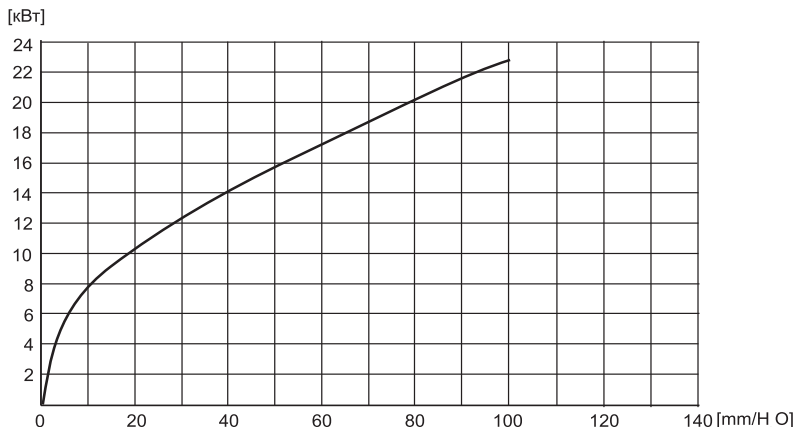

Рис. 22
- Для настройки мощности используйте график (см.рис. 22).